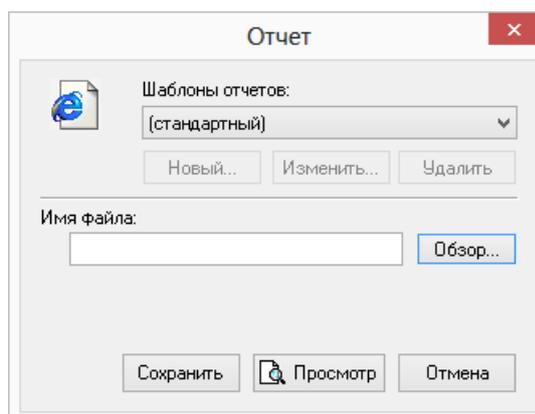

Рисунок 16.22. Диалог экспорта в Html
1. Нажмите кнопку . Появится диалог экспорта в HTML. (см. Рисунок 16.22, «Диалог экспорта в Html»).